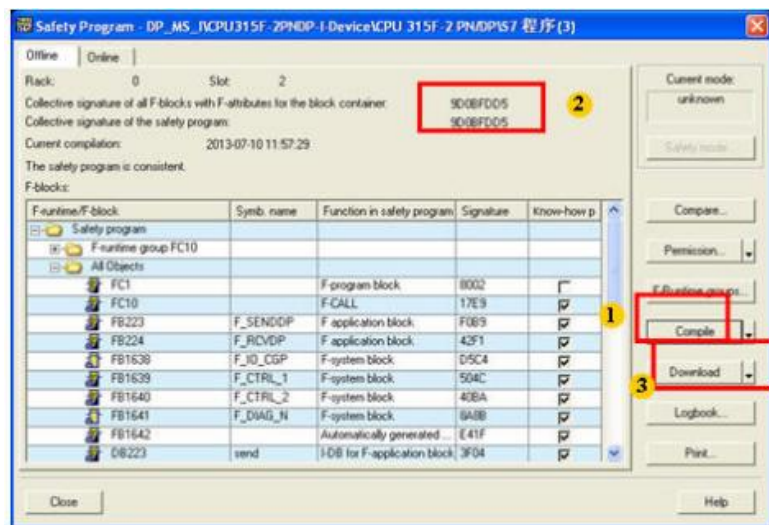

图 2-22 安全程序编译和下载
8) 安全认证签名, 1.编译 2.符号代码 3.下载到 PLC 内, 如图 2-22